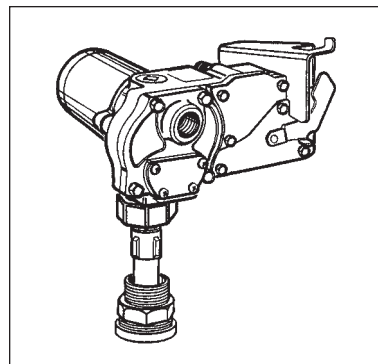

Figura 1
- Extienda la tubería de aspiración en toda su longitud e insertela en la abertura del tanque. (Figura 1)